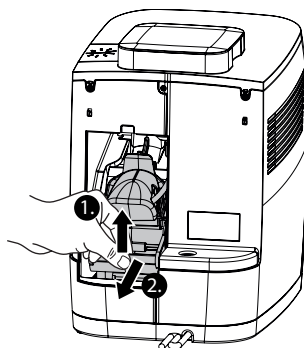

Abb. 15: Brüheinheit herausziehen
4. Ziehen Sie den roten Hebel der Brüheinheit nach oben und ziehen Sie die Brüheinheit schräg nach unten aus der Maschine heraus (Abb. 15).